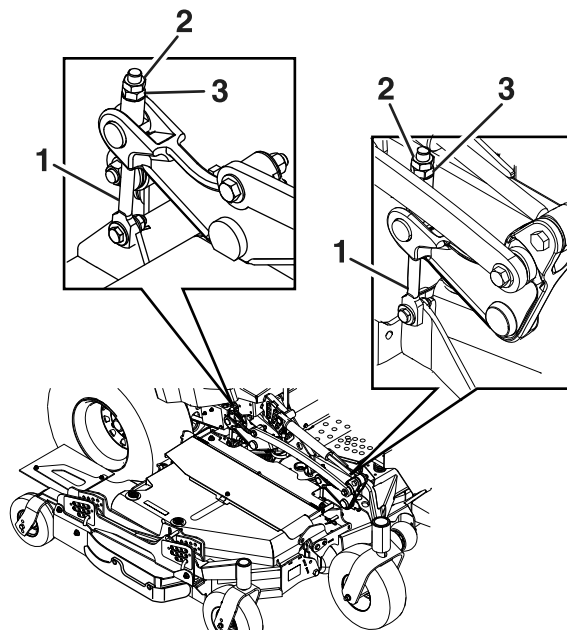

Figure 73
Desserrez les écrous de blocage au sommet de chaque dispositif de réglage du tablier. Ajustez précisément le dispositif de réglage du tablier avant en le tournant pour obtenir la hauteur correcte pour les pointes des lames avant gauche et droite du tablier central (Figure 73).
5. Si les 4 dispositifs de réglage du tablier (Figure 73) ne disposent pas d'un réglage suffisant pour produire la hauteur de coupe précise avec l'inclinaison souhaitée, vous pouvez utiliser le système monopoint pour obtenir un réglage supplémentaire.
6. Pour régler le système monopoint, commencez par desserrer les boulons de fixation des plaques de hauteur de coupe avant et arrière (Figure 73)